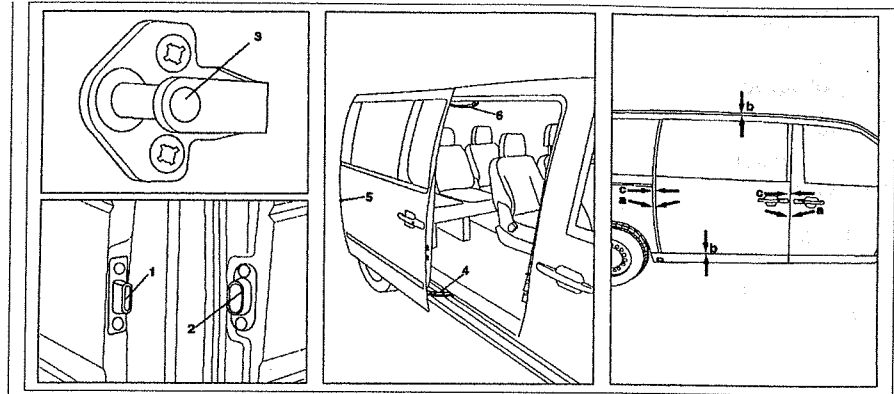

Рис. 11.7. Регулировка боковой двери:
2. Отрегулируйте переднее соединительное расстояние В и зазор А путем перемещения фиксатора 3 вертикально (см.рис.11.7).